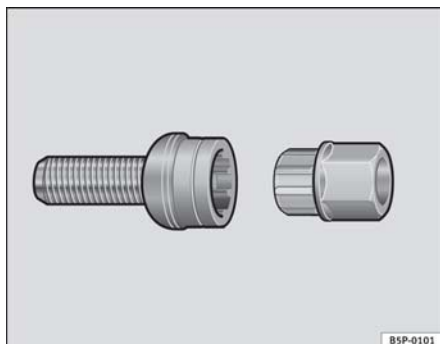

Fig. 162 Tornillo antirrobo de la rueda
- Coloque el adaptador hasta el tope en el tornillo antirrobo de la rueda ⇒ fig. 162.